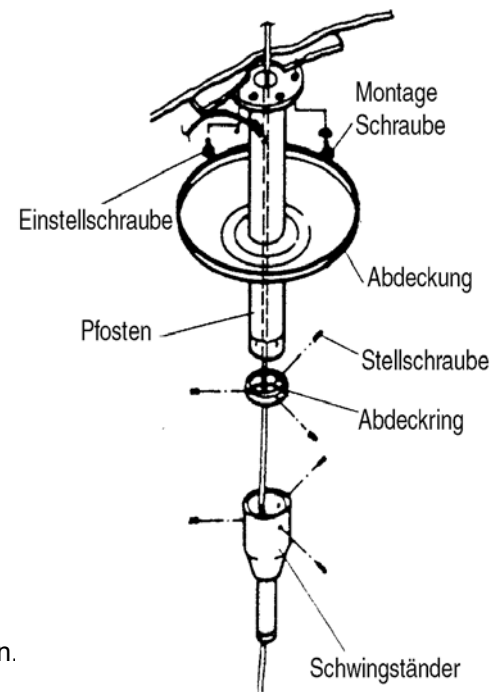

ABBILDUNG 6
2. Befestigen Sie den Pfosten mit drei Montageschrauben an der Montageplatte. Stellen Sie den Pfosten durch die Regulierung von drei Einstellschrauben und drei Montageschrauben senkrecht. (ABBILDUNG 6)
3. Bringen Sie die Abdeckung und den Abdeckungsring am Pfosten an und ziehen Sie die Stellschrauben des Abdeckungsrings fest, wenn sich die Abdeckung am oberen Ende des Pfostens befindet (ABBILDUNG 6)